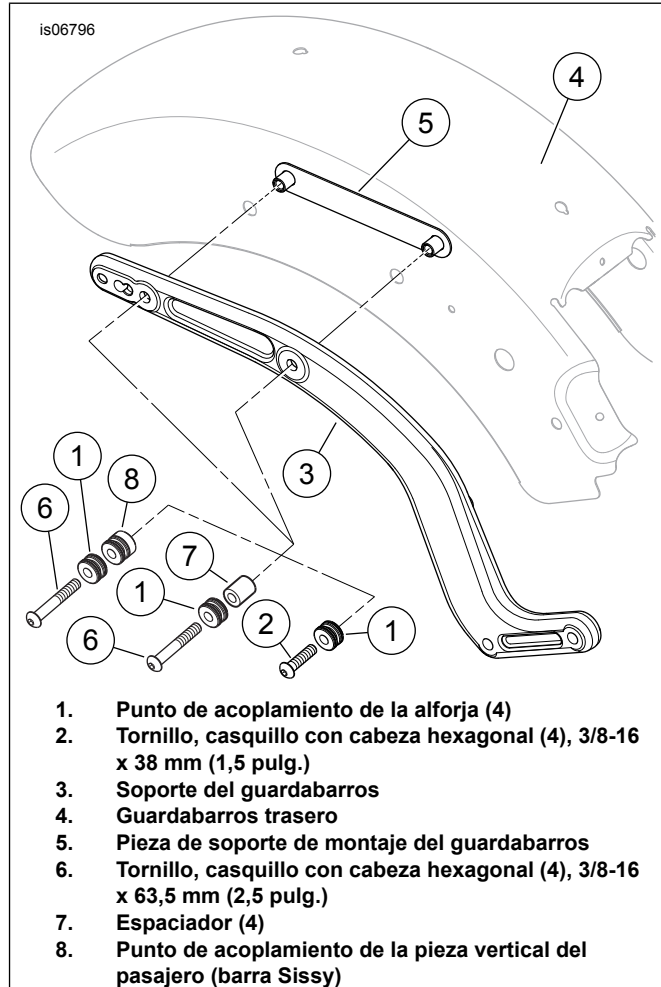

Figura 1. Instalación de los elementos de sujeción superiores de acoplamiento FXS
- a. Obtenga los cuatro tornillos con cabeza de casquillo hexagonal de 3/8-16 x 38 mm (1 1/2 in) de largo (3) y los puntos de acoplamiento (1) del kit de elementos de sujeción de acoplamiento.
- b. Vea la Figura 1. Deslice un punto de acoplamiento (1) sobre la rosca de cada tornillo (2).
- d. Inserte cada tornillo a través de un agujero en un soporte del guardabarros (3), el agujero correspondiente en el guardabarros (4), dentro de la pieza de soporte de montaje del guardabarros (5) y apriételos con los dedos. Apriete los tornillos a 28,5–36,6 N·m (21–27 ft-lbs).
- e. Obtenga los cuatro tornillos con cabeza de casquillo hexagonal de 3/8-16 x 63,5 mm (2 1/2 in) de largo (3), los espaciadores (10) y los puntos de acoplamiento (1) del kit de elementos de sujeción de acoplamiento.
- f. Vea la Figura 1. Primero deslice un punto de acoplamiento (1), después un espaciador (7) sobre la rosca de cada tornillo (6).
- h. Inserte cada tornillo a través de un agujero en un soporte del guardabarros (3), el agujero correspondiente en el guardabarros (4), dentro de la pieza de soporte de montaje del guardabarros (5) y apriételos con los dedos. Apriete los tornillos a 28,5–36,6 N·m (21–27 ft-lbs).
- i. Obtenga los cuatro tornillos con cabeza de casquillo hexagonal de 3/8-16 x 63,5 mm (2 1/2 in) de largo (3) y los puntos de acoplamiento (1) del kit de elementos de sujeción de acoplamiento 90200389 y los puntos de acoplamiento del kit de la pieza vertical del pasajero.
- j. Vea la Figura 1. Primero deslice un punto de acoplamiento (1) del kit 90200389, y luego un punto de acoplamiento del kit de la pieza vertical (8, con la orientación que se muestra) sobre la rosca de cada tornillo (6).